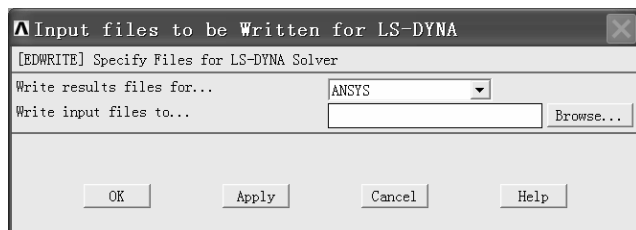

图 10-41 “Input files to be Written for LS-DYNA” 窗口
(1) 依次选择 Main Menu>Preprocessor>Solution>Write Jobname.k, 弹出“Input files to be Written for LS-DYNA”窗口(见图 10-41)。